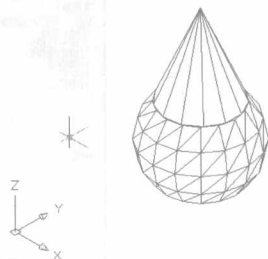

图1-9 执行消隐操作
9. 选取菜单命令【视图】/【消隐】, 结果如图 1-9 所示。